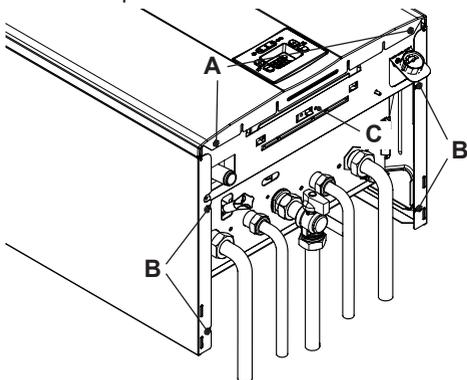
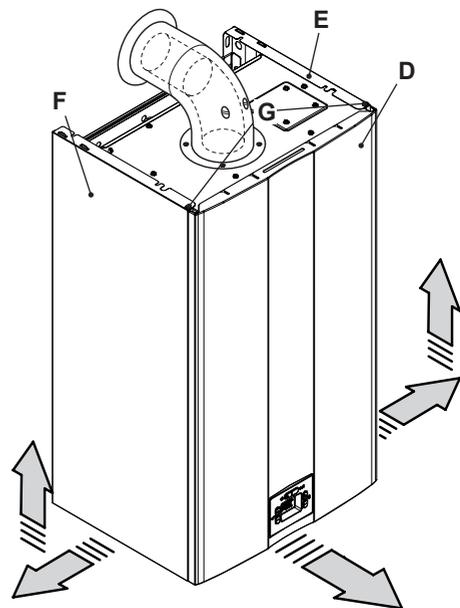

Figura 9.1
Figura 9.2
- Desenrosque los tornillos **A** y **G** y desmonte el panel frontal **D** tirando de él (Figura 9.1 y Figura 9.2).
Afloje los tornillos **B** de la Figura 9.1 y desmonte los dos paneles laterales **E** y **F** tirando de ellos hacia afuera y empujándolos hacia arriba para liberarlos de los alojamientos superiores.
- Desenrosque el tornillo **C** de la (Figura 9.1).